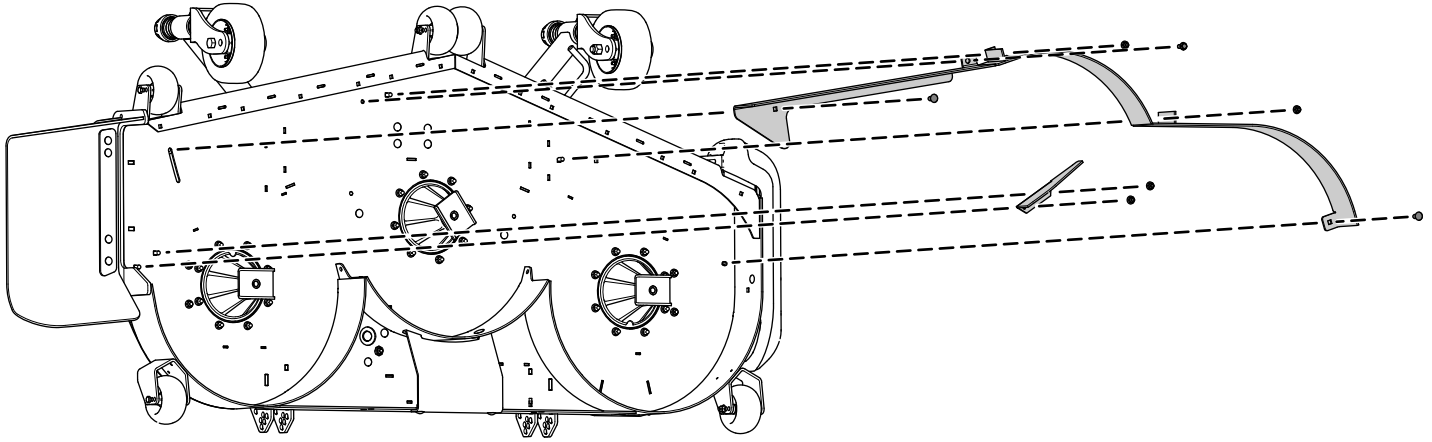

Figura 2
1. Retire las 2 tuercas con arandela prensada que sujetan los deflectores (Figura 2).
2. Retire los 2 pernos y las 2 tuercas del deflector de flujo ajustable (Figura 2).
3. Retire los 3 pernos y las 3 tuercas que sujetan los deflectores (Figura 2).